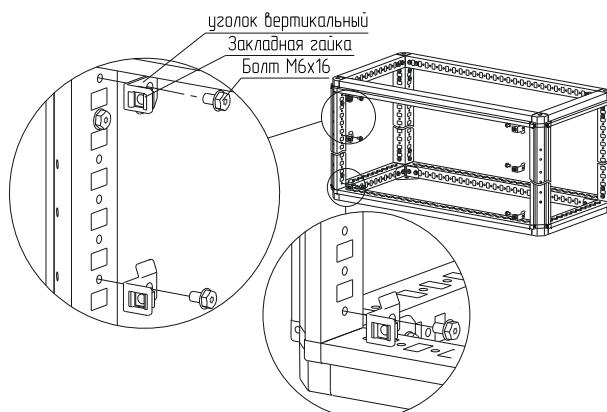

Рисунок 52
4.27.2 В уголки установите закладные гайки, уголки закрепите на стойки каркаса в места, соответствующие высоте и отверстиям фальш-панелей внешних (рисунок 52) болтами M6x16, момент затяжки – 7 Н·м.